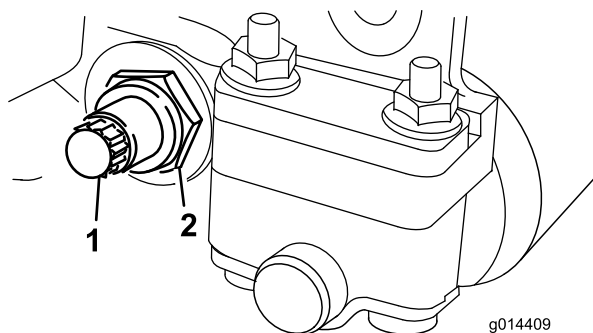

Figure 18
2. Faites sortir l'écrou de tension du ressort jusqu'à ce que la rondelle ne soit plus tendue contre la barre d'appui (Figure 18).
3. De chaque côté de la machine, desserrez l'écrou de blocage qui maintient le boulon de la barre d'appui (Figure 18).